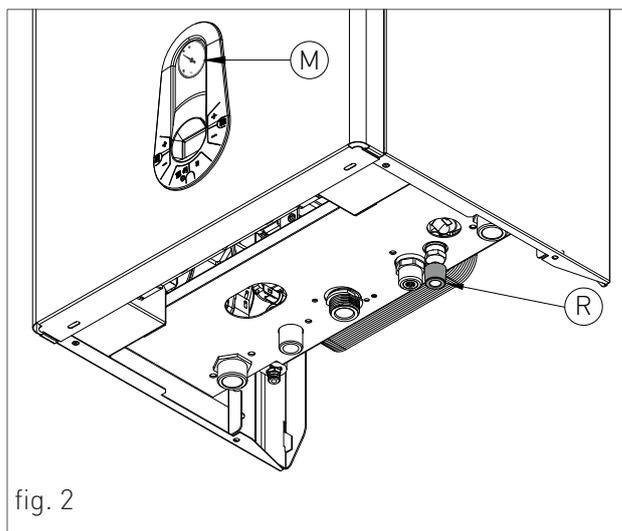

fig. 2
Para la instalación, realizar lo siguiente (ver fig.2):
3. abrir el grifo de carga "R" (fig. 2);
4. controlar a través del manómetro "M" (fig. 2) que la presión de la instalación alcance 1.2 bar;
5. finalizada la operación, asegurarse que el grifo de carga "R" (fig.2) esté bien cerrado.